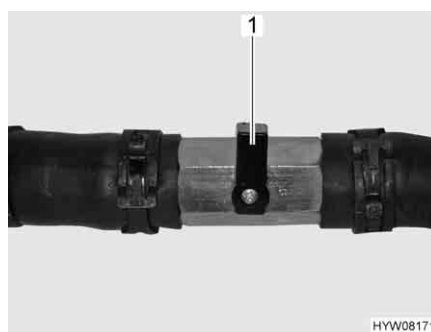

Fig. 116 Rubinetto chiuso
- Posizionare la leva (Fig. 116,1) verticalmente rispetto alla tubazione (Fig. 116).